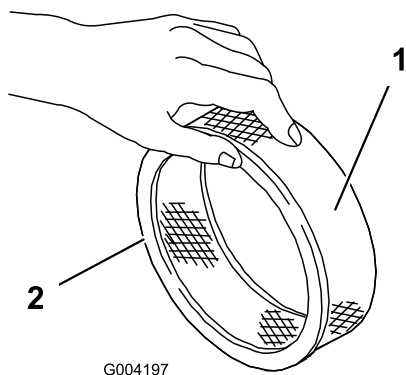

图 43
5. 检查纸质过滤器是否存在破裂、油性薄膜和橡胶封条损坏 (图 43)。
1. 小心将泡沫预滤器滑到纸质过滤器上 (图 43)。